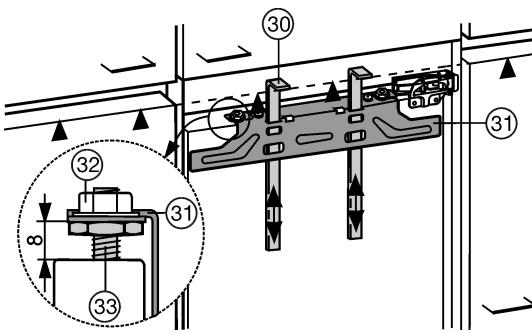

Fig. 18
**Les gabarits de montage Fig. 18 (30) sont nécessaires pour les deux portes. Par conséquent, monter les portes du meuble l'une après l'autre..**
- ▶ Pousser les gabarits de montage Fig. 18 (30) vers le haut à hauteur de porte du meuble. Arête inférieure ▲ du gabarit de montage = arête supérieure de la porte de meuble à monter.